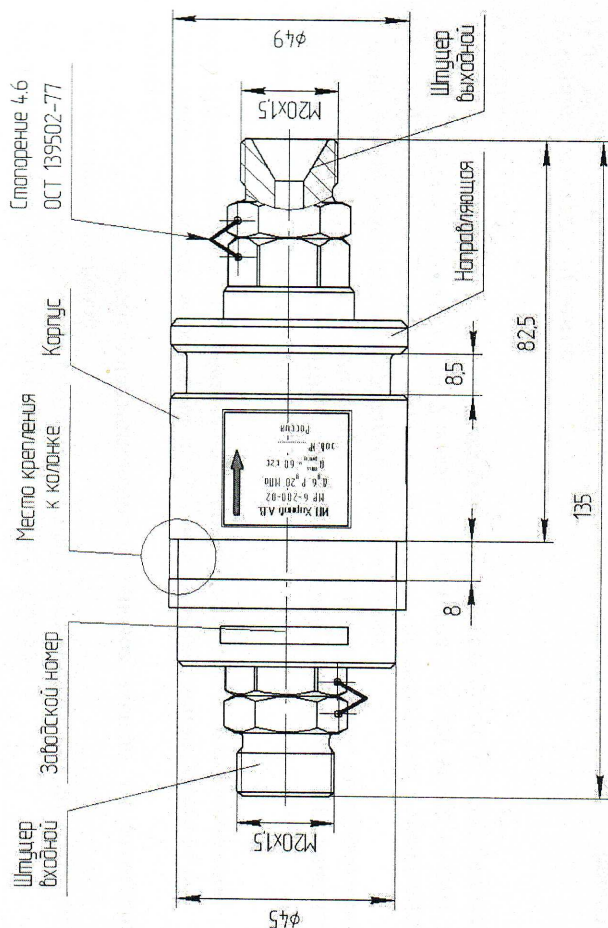

Рис. 1 Габаритно-присоединительные размеры муфты МР 6-200-02
2.7. Габаритно-присоединительные размеры	рис. 1